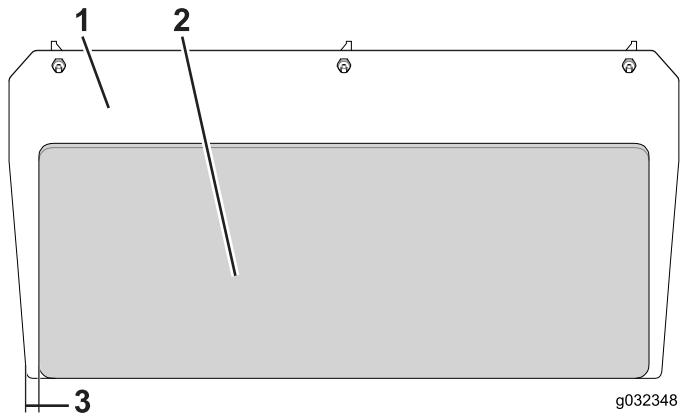

図 4
4. 防熱シールドの裏紙をはがしてリアパネルのエンジン側の面に貼り付ける図4。
注 リアパネルシールドは、プレートの幅方向の中央に張り付け、左右にそれぞれ 29 mm の余白を残してください図4。